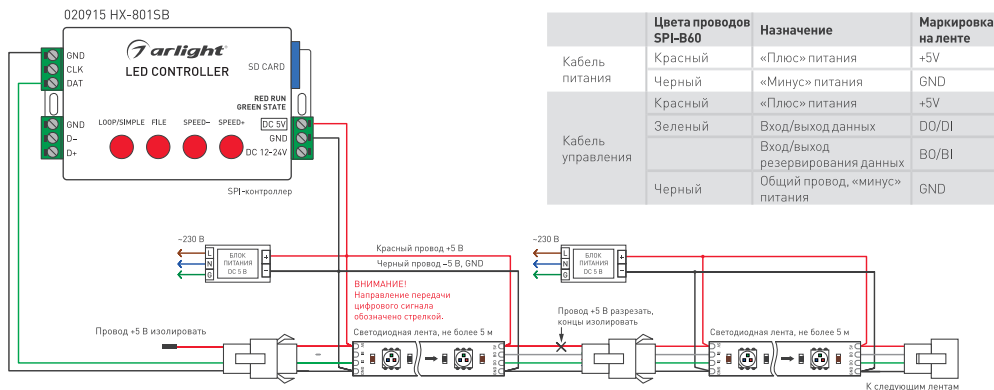

Рис. 1. Схема подключения ленты с использованием SPI-контроллера с одним выходным портом и с использованием отдельных блоков питания.
- Подключите ленту в соответствии со схемой (рис. 1). Соблюдайте полярность подключения и направление передачи сигнала (вход/выход). Обращайте внимание на маркировку, нанесенную на печатную плату, и на цвета соединительных проводов.
- Подключите ленту согласно схеме (рис. 1).